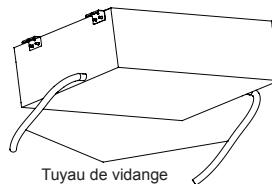

Fig. 25
- (5). Utilisez un tuyau de vidange adéquat, et consultez le tableau 3 pour sa taille.
- (6). Il y a un port de vidange sur les côtés droit et gauche. Sélectionnez le port de vidange pour respecter les conditions locales. (Fig. 25)
- (7). Lorsque l'équipement est transporté depuis l'usine, le port de vidange par défaut est celui de gauche (côté boîtier électrique), le port droit ayant été bouché.